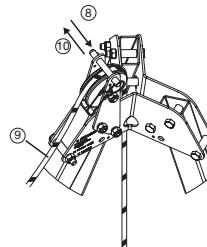

Fig. 10
- Retirer la broche à bille se trouvant au dessus de la poulie de renvoi en haut du trépied tracpode (Fig. 10, 8).
- Passer la drisse de l'appareil Derope™ autour de la poulie de renvoi (Fig. 10, 9).
- Remettre en place la broche à bille afin d'empêcher la drisse de sortir de la poulie de renvoi (Fig. 10, 10).